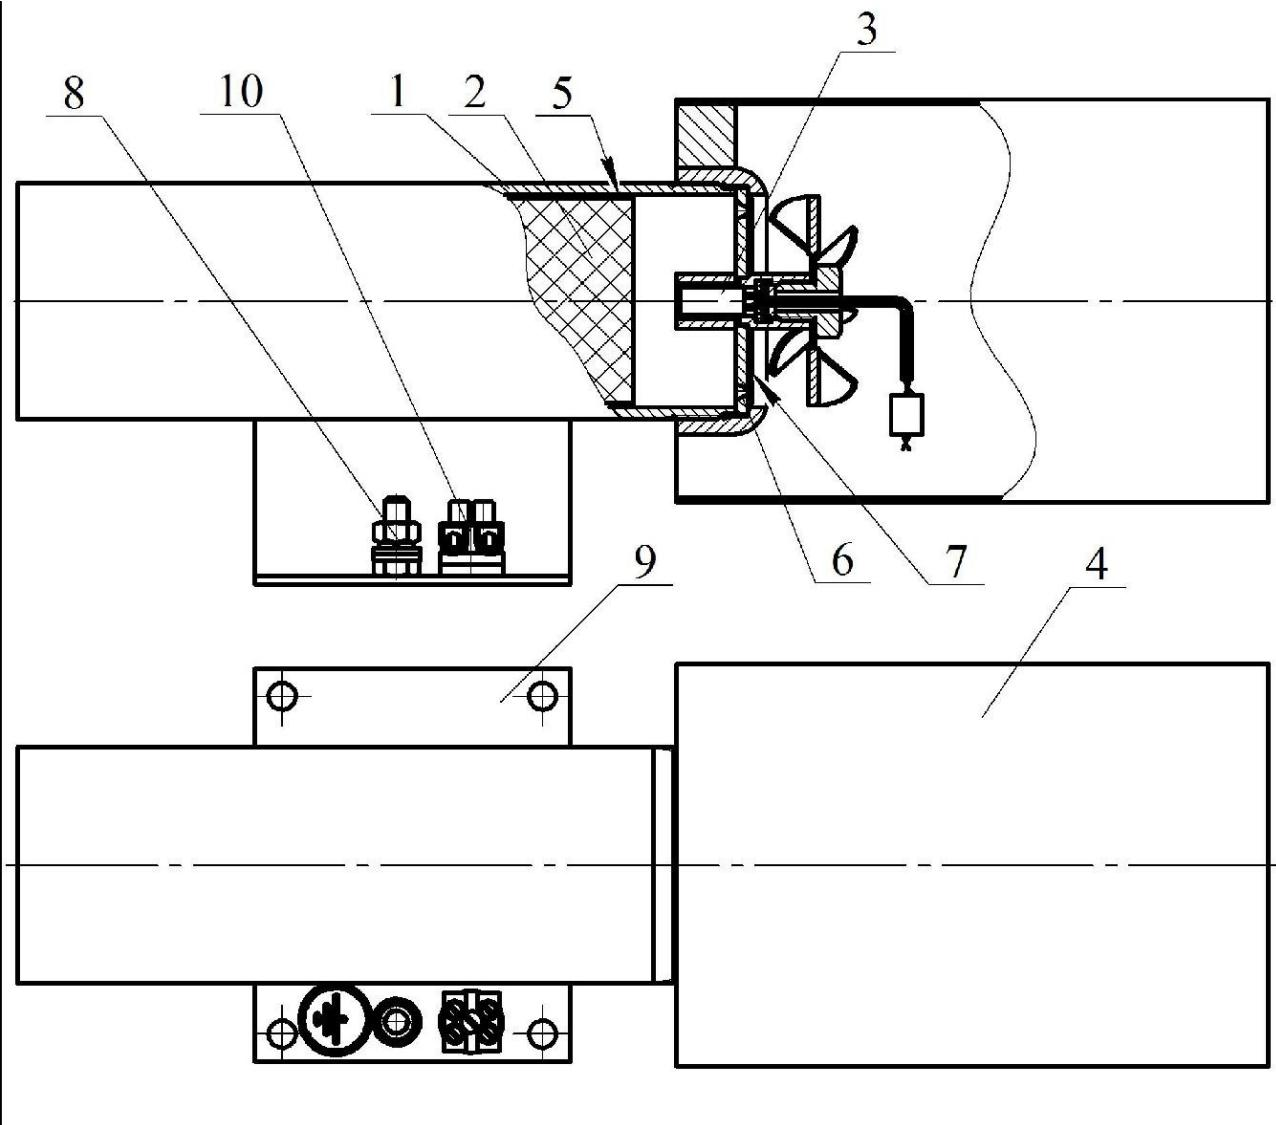

Figura 1
4.1.1. GOA (vezi figura 1) este format din carcasa **1** in care sunt montate incarcatura de formare a aerosolilor **2**, cu elementul declansator **3** si ejectorul **4**. Incarcatura de formare a aerosolilor este separata de carcasa printr-un capac cu ecranare termica **5**. In discul **6** este practicata o duza destinata evacuarii aerosolilor de stingere prin ejectorul **4**. Duza este obturata cu folia PVC autoadeziva **7**. Generatorul are o borna de impamantare **8**. In partea laterală a carcasei **1**, GOA este echipat cu suportul **9** destinat montarii generatorului pe orice suprafata de sustinere (perete, tavan, pardoseala). Pe suportul **9** este montata o borna de contact cu surub **10** pentru conexiunea cablurilor elementului declansator cu circuitul de activare a dispozitivului de stingere.